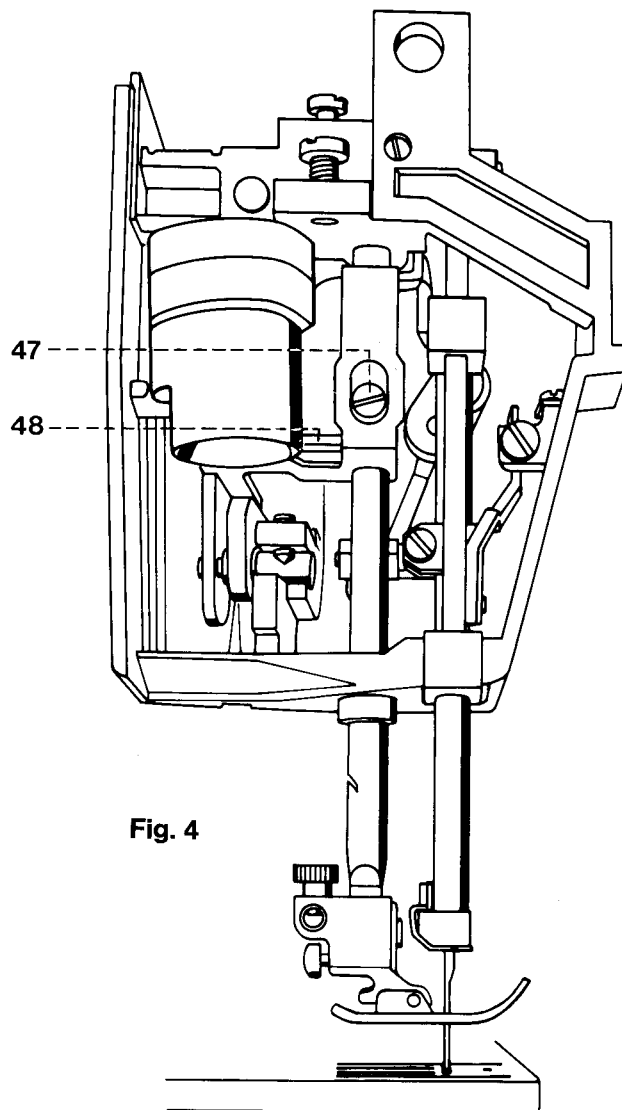

Fig. 4
- Die Schraube 47 lösen (siehe Abb. 4).
- Loosen screw 47 (Fig. 4).
- Desserrer la vis 47 (voir fig. 4).
- Gleichzeitig die Nähfußlehre Nr. 63114 690-35 von hinten unter den Zickzackfuß und in die Ausschnitte der Stichplatte einsetzen (Fig. 4 c).
Die Abstandslehre soll den Zickzackfuß jedoch nicht anheben bzw. die Oberfaden-Auslösung 44 muß spielfrei sein (Fig. 4 d).
- Den Zickzackfuß bei hochgeschaltetem Stoffdrückerhebel drehen, bis er parallel zu den Stegen der Abstandslehre steht (Fig. 4 c).
- Die Schraube 43 lösen (Fig. 4 f).